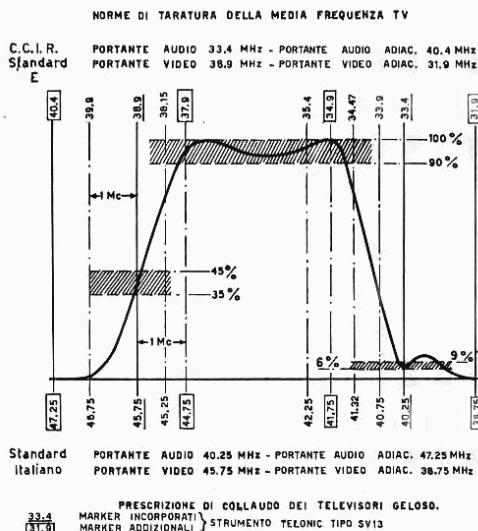

Fig. 2 A
- d) Applicare una tensione positiva di 4 Vdc al punto 1 (fig. 2). Questa tensione si può applicare con un alimentatore esterno o, più semplicemente, collegando il punto 1 alla tensione di alimentazione di F.I. con una $R = 10 \text{ K}\Omega$ (punto 2, fig. 2).
Il circuito di media frequenza (fig. 2) è del tipo a circuiti sfalsati, si inizia con la taratura del rivelatore (bobina L206) che deve essere accordata intorno ai 36 MHz. Con la regolazione succes-